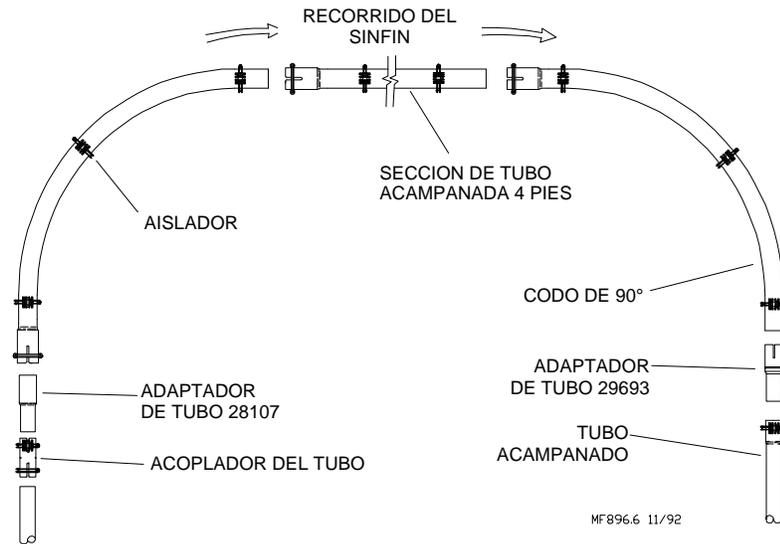

Figura 27. (Vista lateral)
16. Armar los codos y componentes afines, tal como se muestra en la **Figura 27**.